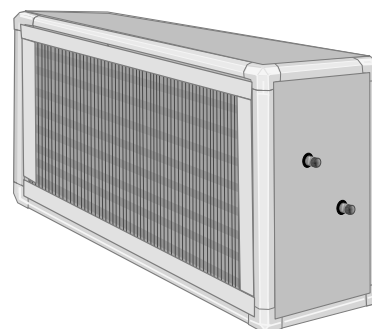

Fig 2
6. Montering af frostvagsføler: Frostvagsføler monteres på batteriet i tilslutningen beregnet til dykføler, se fig. 2.
12. For at sikre frostvagtsfunktionen i batteriet kræves der, at man ved lave udetemperaturer har konstant cirkulation i batteriet. En sekundærpumpe og returventil skal derfor installeres iht. fig. 2. Pumpesæt med pumpe, returventil og justeringsventil kan fås som tilbehør.